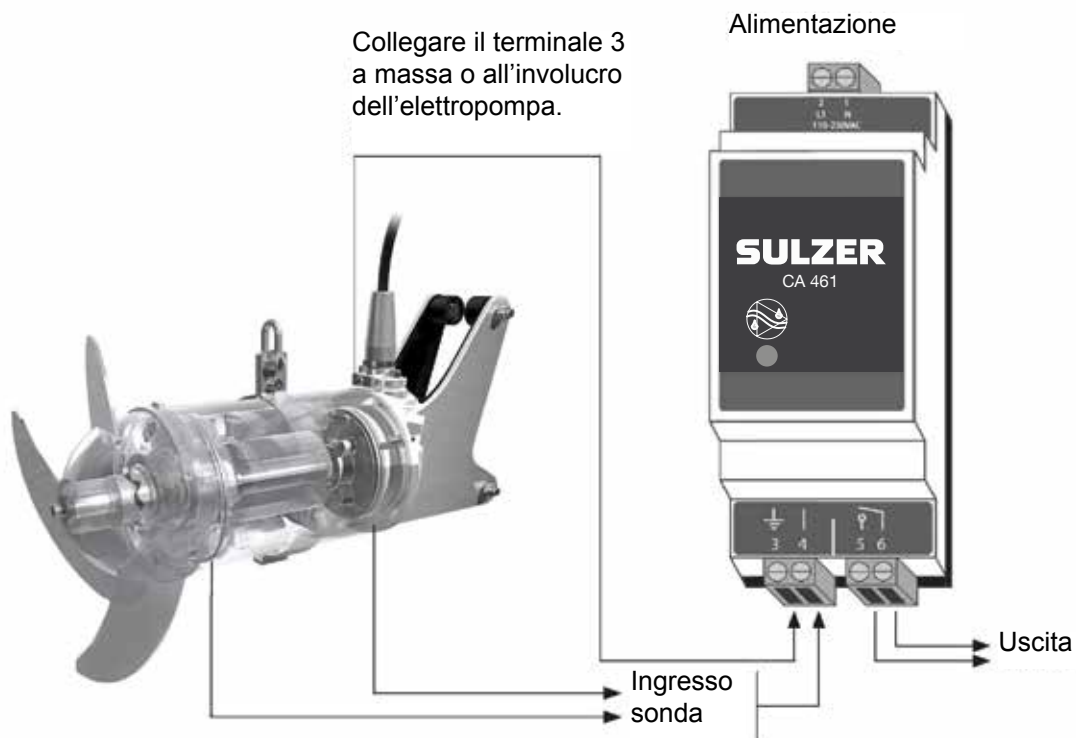

Fig. 26: Amplificatore con relè di segnalazione generale
XRW 210, 300 e 900 sono dotati di serie di sistemi di monitoraggio della sensore di perdite (DI) camere di ispezione, del zona di collegamento e del motore (solo del motore nella versione Ex 50 Hz). Il sensore di perdite svolge la funzione di monitoraggio tenuta stagna e segnala, per mezzo di una speciale elettronica, l'eventuale infiltrazione dell'umidità nel motore. Per integrare il monitoraggio della tenuta stagna nell'apparato di comando è necessario un Sulzer sensore di perdite (DI) ed il collegamento dev'essere effettuato secondo i seguenti schemi elettrici (vedere Fig 26).
**ATTENZIONE** *Se il sensore di perdite (DI) è attivo, l'unità deve essere immediatamente messa fuori servizio. Contattare il proprio centro di assistenza Sulzer.*